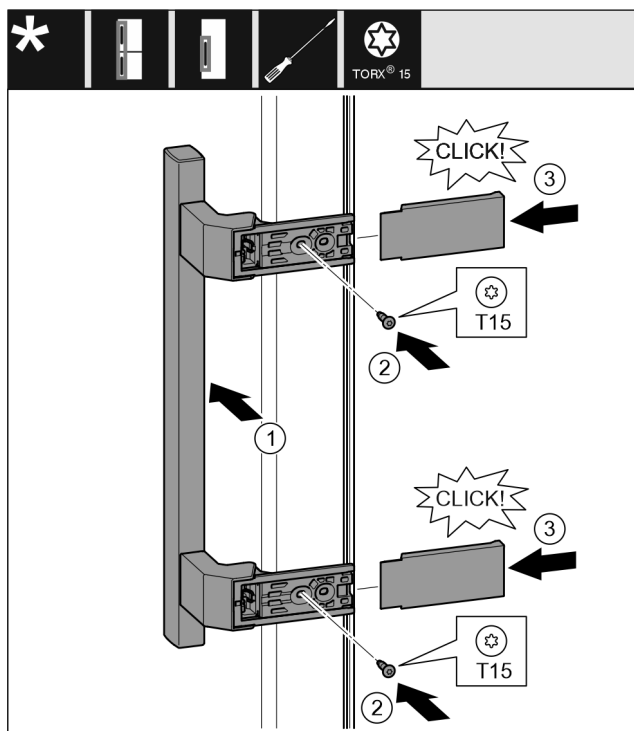

Fig. 16
- ▶ Поставете дръжката от другата страна. Fig. 16 (1)
- ▶ С отвертка T15 затегнете винтовете. Fig. 16 (2)
- ▶ Поставете от страни капачите и ги нахлузете. Fig. 16 (3)